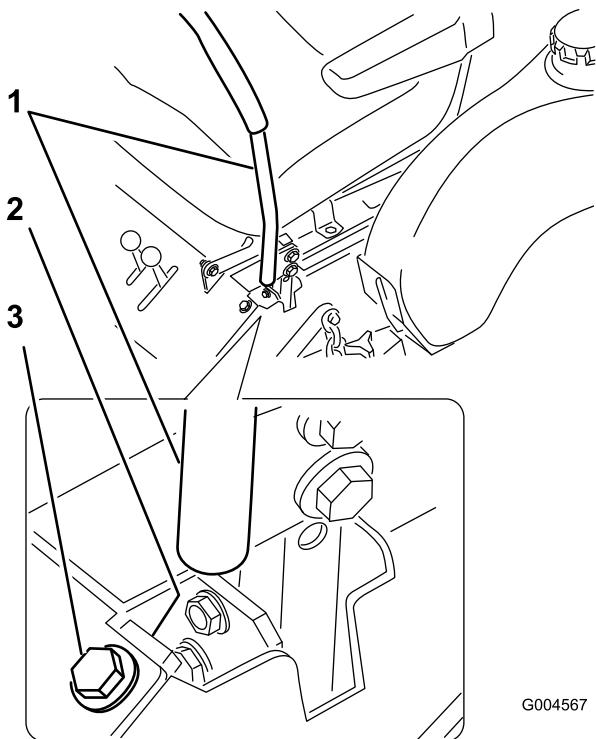

Figura 50
3. Spostate il fermo fino a quando la macchina non guida diritta (Figura 50).
4. Serrate il bullone che si trova di fronte alla leva di controllo (Figura 50).